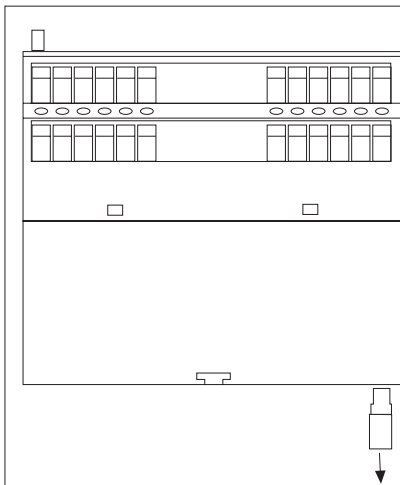

Fig. 2: Abschlußstecker abziehen/
- Ziehen Sie den Abschlußstecker des PNOZ XM1 ab (Fig. 2).
- Pull out the terminator from the PNOZ XM1 (Fig. 2).
- Retirez la prise de terminaison du PNOZ XM1 (Fig. 2).